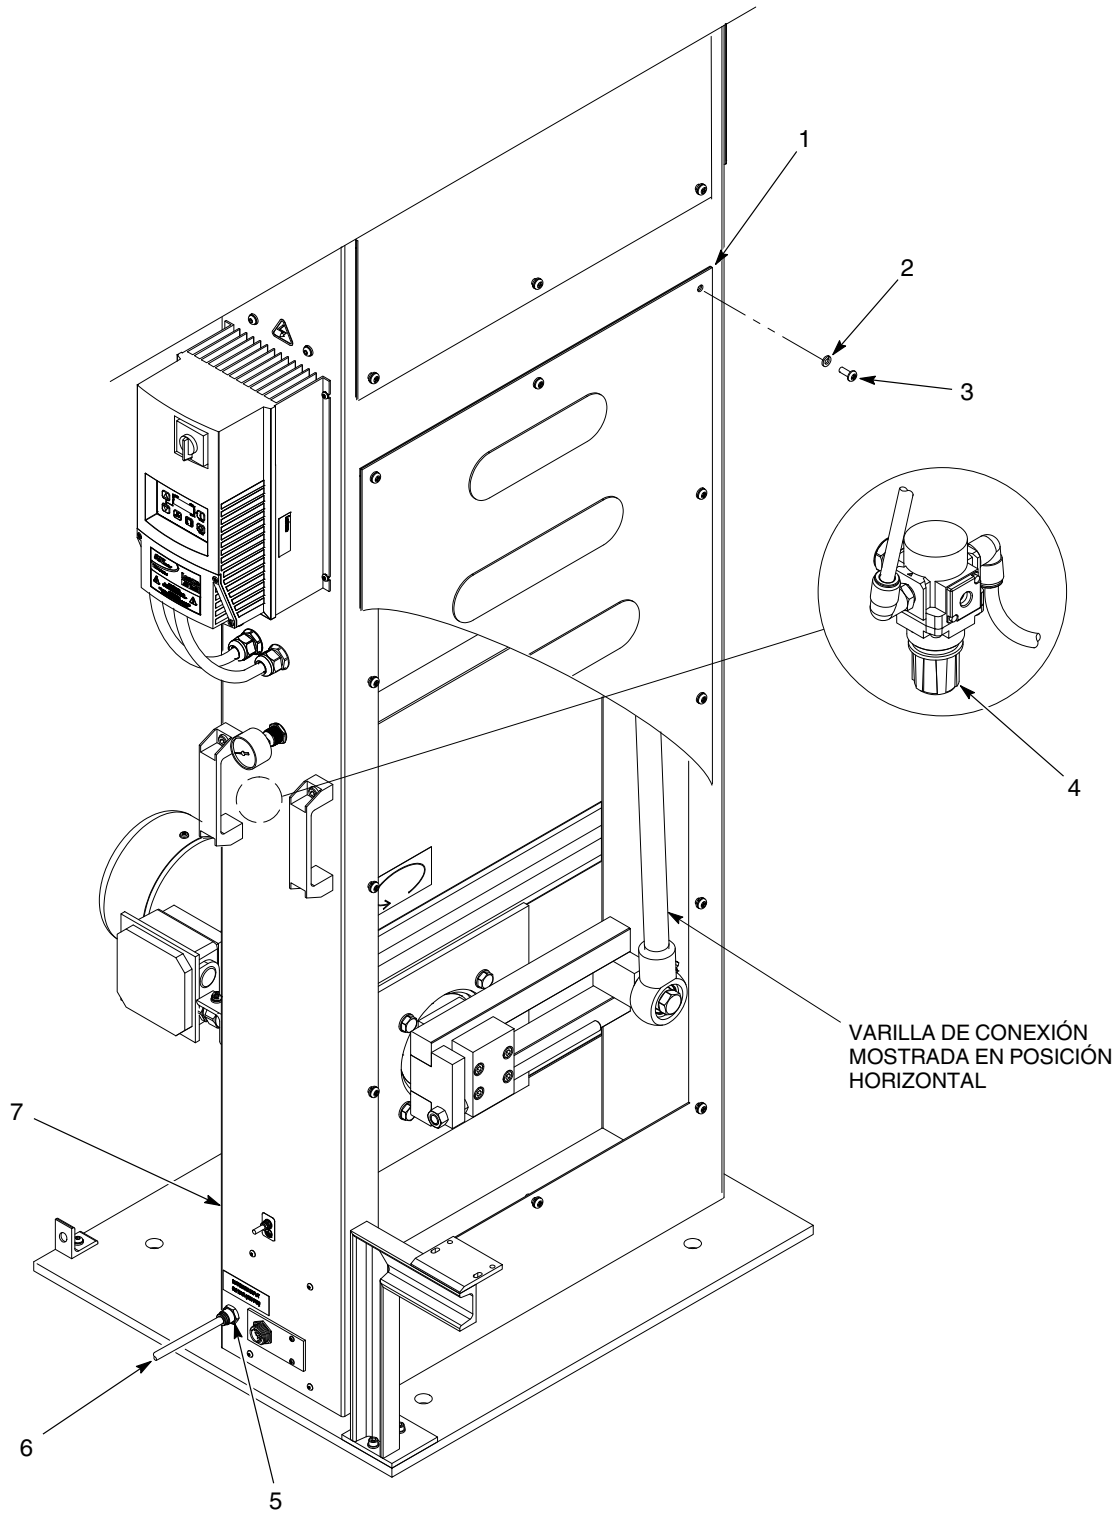

Figura 8 Conexión del aire de suministro
1. Ver la figura 8. Conectar una línea de aire de suministro de 8 mm (6) al racor de aire (5) en el oscilador (7).